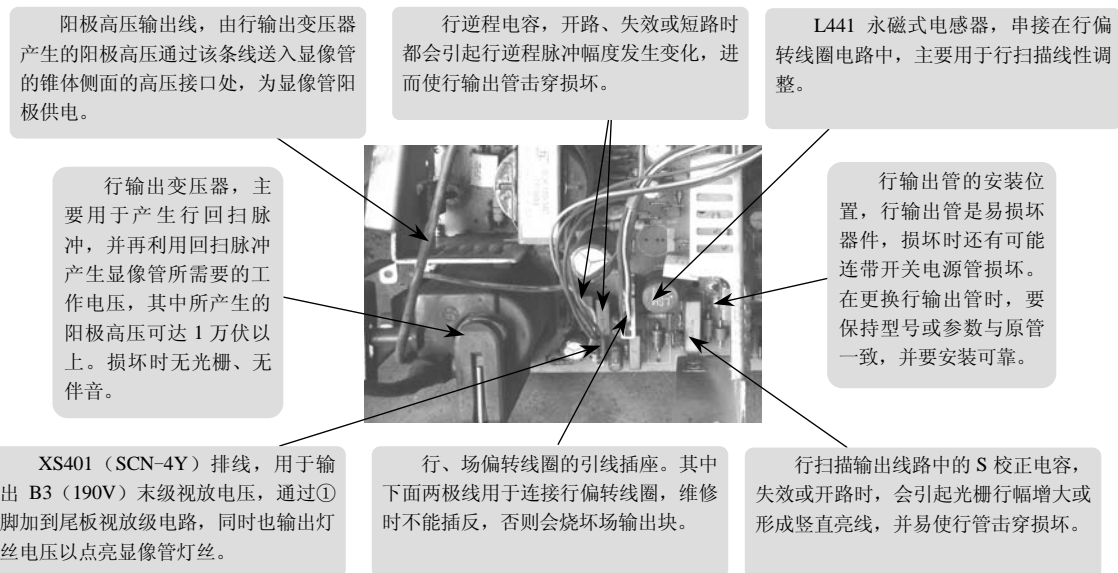
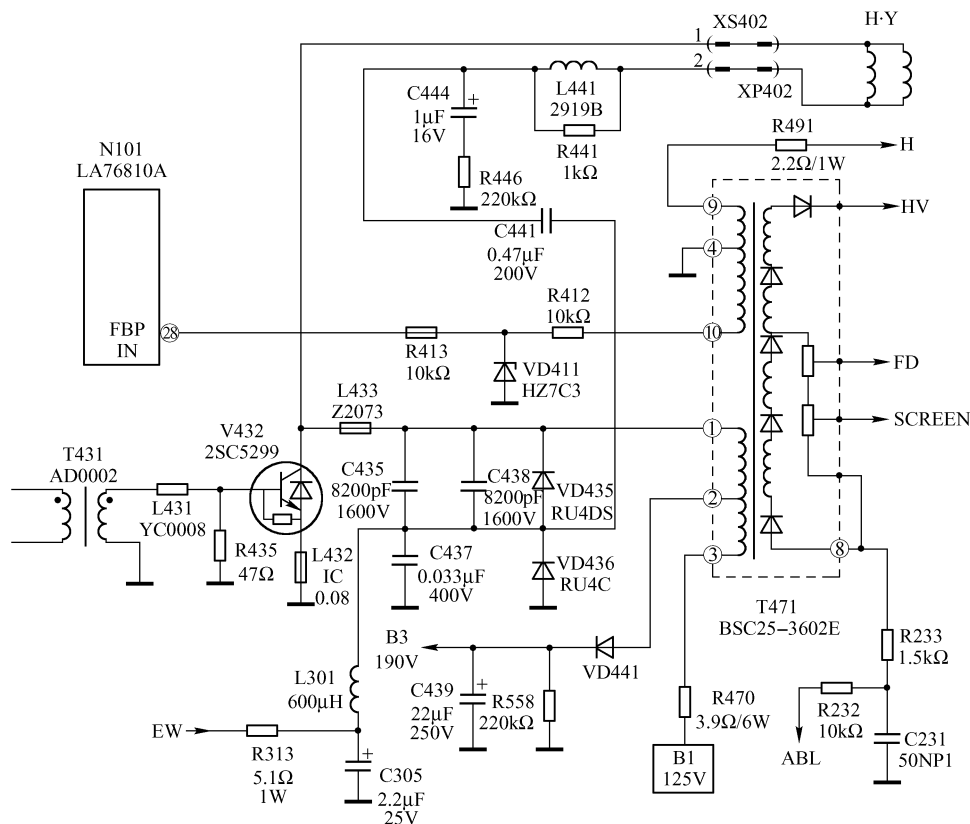

图 3-12 SVA D2966F 机型中行输出级元器件实物图
图 3-14 SVA D2966F 机型中行扫描输出级电路原理图
行输出级电路主要用于向行偏转线圈提供具有足够强度的锯齿波偏转电流，同时又通过行输出变压器将行扫描逆程产生的脉冲电压提升，再经整流滤波后得到显像管所需要的高、中、低电压。行输出级电路主要由行输出变压器、行输出管及行逆程电容等组成。在 SVA D2966F 机型中，行输出变压器的实物图如图 3-12 所示。其引脚印制线路实物图如图 3-13 所示。引脚功能及在正常状态下的电压值、电阻值见表 3-1，行输出级电路原理图如图 3-14 所示。
在如图 3-14 所示中, V432 (2SC5299) 为行输出管, 集电极负载是行偏转线圈 H·Y, 通过 T471①~③初级绕组由 B1 (125V) 供电, 工作在 15265Hz 行频开关状态, 截止时, 在 V432 集电极可激起 400V (峰-峰值) 以上的行逆程脉冲。因此, 行输出管的使用要求, 首先必须是其
在 SVAD2966F 机型中,行逆程电容采用串并联形式,由 C435、C438、C437 组成,见图 3-14。在电子物理学中,经过实验和理论计算都表明,电容器在并联相加时,总的容量增加,串联相加时,总的容量减小,因此如果 C435 或 C438 开路或容量减小时,会使光栅行幅度变窄,易使行输出管击穿损坏。当 C437 击穿时,会使光栅的行幅度变宽,引起图像行线性失真,但行管不会被击穿损坏,但当 C437 失效使其容量减小时,也会使光栅幅度变窄,易击穿行管。
SVAD2966F 机型采用了双阻尼二极管方式,由 VD435 和 VD436 组成,见图 3-14。双阻尼二极管可方便场频抛物电流对行扫描锯齿波电流进行调制,以实现光栅东西枕形失真校正。因此,在大屏幕彩色电视机中,行输出级中的阻尼电路均采用双阻尼二极管。
双阻尼二极管在使用中有严格的技术要求,其使用参数不得低于要求参数。在如图 3-14 所示中,VD436 (RU4C) 的反向击穿电压  $V_{BR}$  为 1kV,正向电流  $I_F$  为 2.5A,正向电压降  $V_F$  为 1.8V,正向不重复峰值电流  $I_{FSM}$  为 30A,反向恢复时间、开关时间  $t_{rr}$  为 400ns; VD435 (RU4DS) 反向击穿电压  $V_{BR}$  为 1.3kV,正向电流  $I_F$  为 2.5A,反向恢复时间、开关时间  $t_{rr}$  为 400ns。
在如图 3-14 所示中，C441 为 S 校正电容，可使行扫描光栅边缘的中部收缩，适当选择 C441 的容量可补偿延伸性失真；L441 为磁饱和电感器，即行扫描校正线圈，可使电子束在回扫时间屏幕的左边偏移，适当调整 L441 的电感量可校正行线性失真；R441 是 L441 的阻尼电阻，用以降低 L441 的  $Q$  值；C444、R446 用于展宽行幅度。
此,还在其他功能电路中采取一些补救措施,如增加行逆程时间调整电容。当行回扫时间太长时,会引起高压不足,使光栅行幅增宽,这时可减小逆程电容的总容量;反之,可增加容量。又如在行推动管集电极可设置吸收回路,以校正激励波形。另外,在行输出管基极串接一只小电感也会改变行输出管的开关特性,以补偿扫描失真,如图 3-14 所示中的 L431。